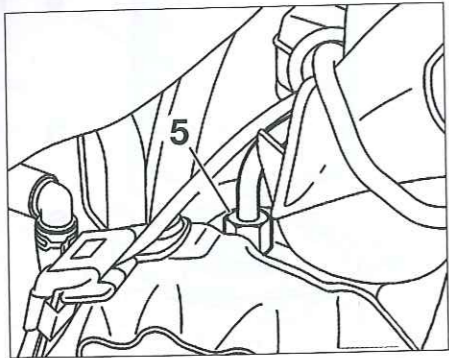

Fig. 43
- Aflojar la tubería de alimentación (5) de aceite del turbocompresor (Fig.43).